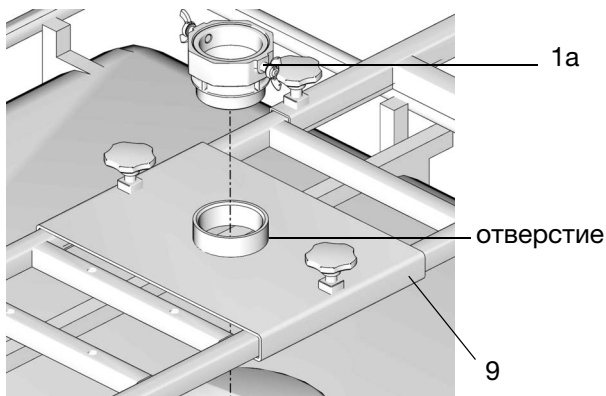

Рис. 10
1. Вверните переходник втулки (1а) насоса в отверстие на верхнем кронштейне (9). Надежно затяните вручную (Рис. 10).
2. Только для моделей со стандартной трубной резьбой NPT и с цилиндрической резьбой BSPT: нанесите резьбовой герметик на резьбу всасывающего патрубка/шланга (3), затем вставьте конец всасывающего патрубка/шланга во входной корпус насоса (1) (Рис. 10).